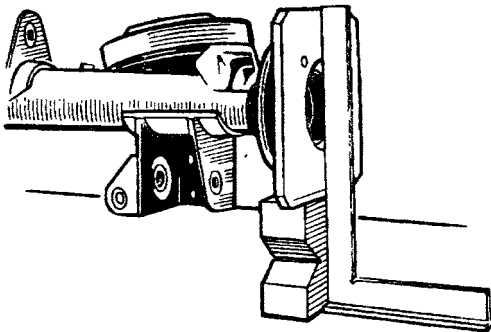

Рис. 19. Проверка прогиба балки заднего моста
горизонтальной плоскостях с помощью специальных квадратных фланцев, призм и угольников. Деформации балки определяют, представляя угольник (рис. 19) к наружной и боковым поверхностям фланца. Размер деформации определяют плоским щупом толщиной 0,2 мм. Если щуп проходит между угольником и фланцем, необходима правка балки моста. Балку моста правят на гидравлическом прессе последовательно в горизонтальной и вертикальной плоскостях с применением специального оборудования — выполняется на станции технического обслуживания. При отсутствии необходимого оборудования допускается в исключительных случаях правка балки заднего моста последовательно с каждой стороны при обязательной проверке ее деформации с обеих сторон.
4. Износ манжеты полуоси. Определить поврежденную манжету полуоси по замасливанню тормозных щита, барабана и колодок. Снять полуось (см. рис. 17), разобрать ее (см. рис. 18) и проверить в центрах биение полуоси, которое на шейке под манжету не должно превышать 0,08 мм. Проверить прогиб балки моста (см. рис. 19). При необходимости заменить поврежденные детали, а также вышедшую из строя манжету полуоси.